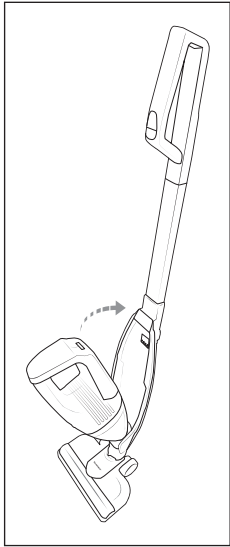

Bild 3
- 1) För att koppla ihop handenheten **2** med skaftet **11** för du in handenhetens **2** spets i skåran i inbuktningen **14** (bild 3).
- 2) Tryck sedan in handenhetens **2** handtag **1** i handenhetens inbuktning **14**, så att handenheten **2** klickar på plats och sitter fast (bild 3).